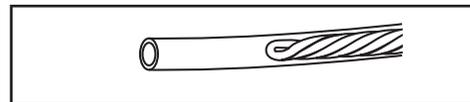

Figura 3. Colocação do estilete no cateter
- Retraia o estilete para trás, para uma posição de pelo menos 1 cm no cateter (Figura 3).